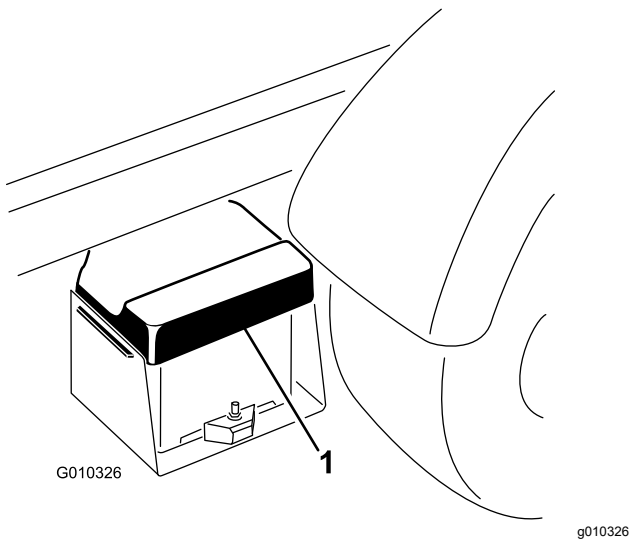

Figura 42
1. Apriete la tapa de la batería para liberar las pestañas de la base de la batería y retire la tapa de la base de la batería (Figura 42).